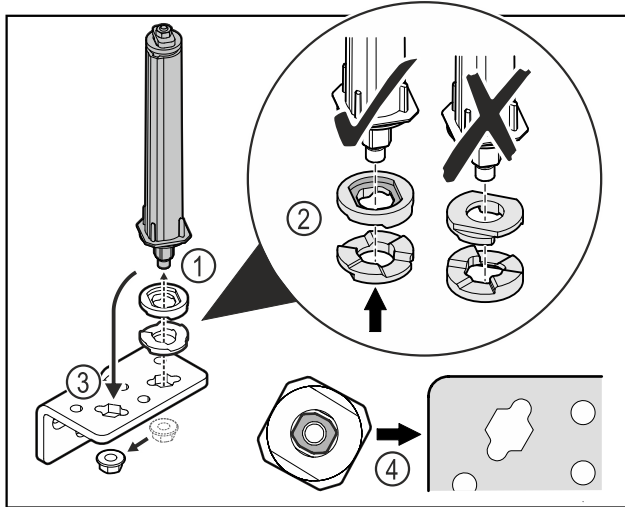

Fig. 40
- Løsne mutteren og fjern dørlukkesystemet Fig. 40 (1).
- Sørg for korrekt innretning av høydejusteringsskivene Fig. 40 (2).
- Sett om dørlukkesystemet i hengselvinkelen og fest med mutteren Fig. 40 (3).
- Ved innsetting, sørg for korrekt innretning av dørlukkesystemet Fig. 40 (4).